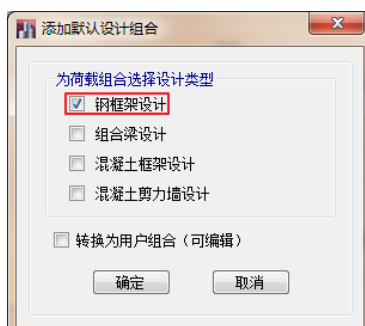

图 8-5 添加默认设计组合对话框
- 1) 在**荷载组合**对话框中，点击**添加默认设计组合**按钮，弹出**添加默认设计组合**对话框，如图 8-5 所示。